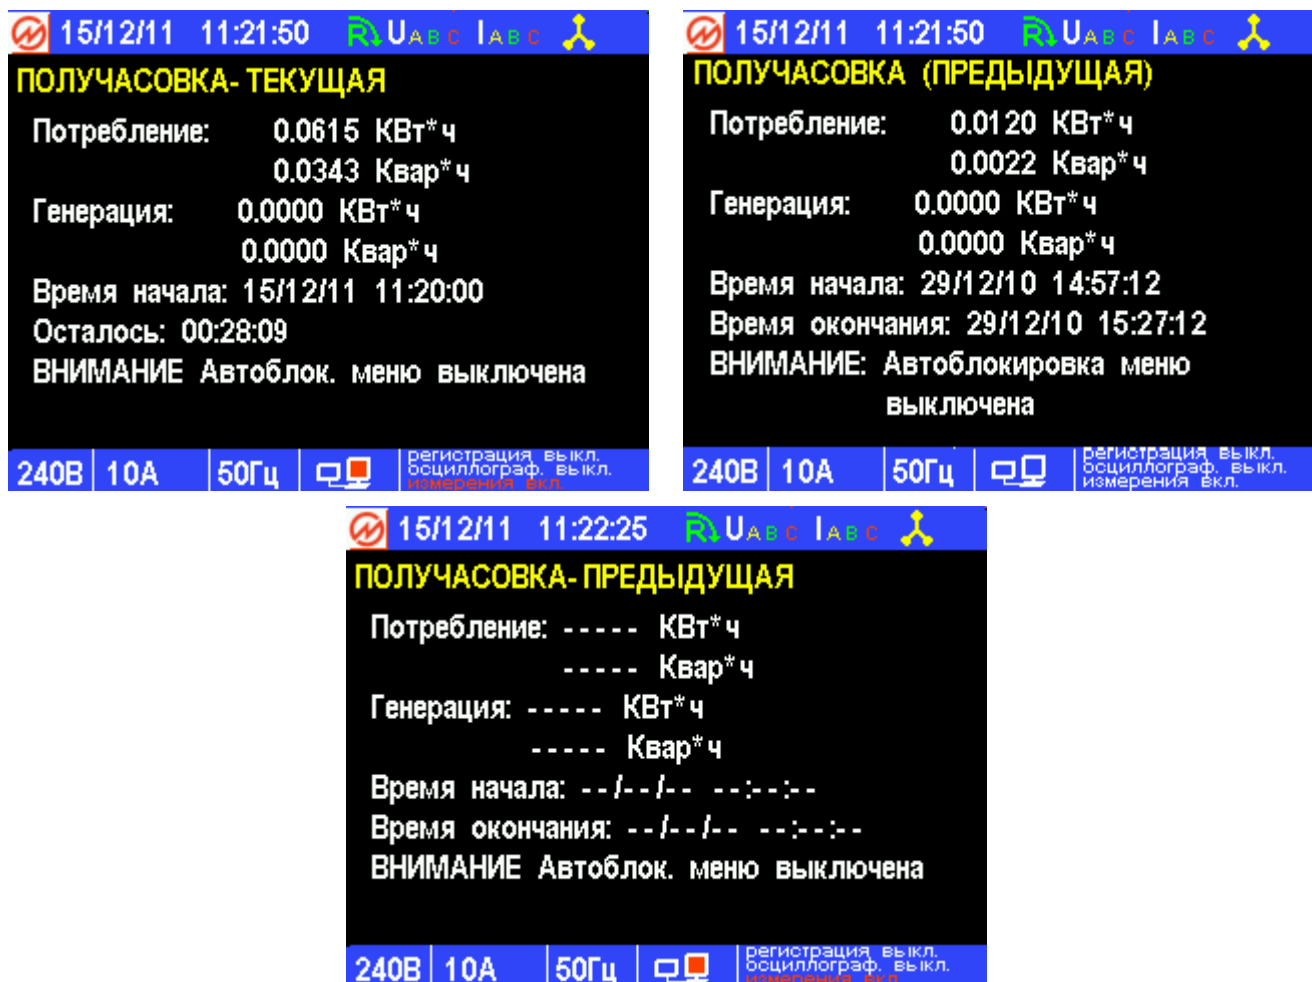

Рисунок 4.16. Экран режима измерений получасовых значений энергии
- измерение энергии в режиме получасовок (текущие) (Рисунок 4.16);
- измерение энергии в режиме получасовок (предыдущие) (Рисунок 4.16).
На экране измерения получасовых значений энергии (текущих) (Рисунок 4.16) отображаются:
На экране измерения получасовых значений энергии (предыдущих) (Рисунок 4.16) отображаются:
До окончания первой текущей получасовки на экране «Получасовка (предыдущая)» вместо значений отображаются прочерки (Рисунок 4.16).